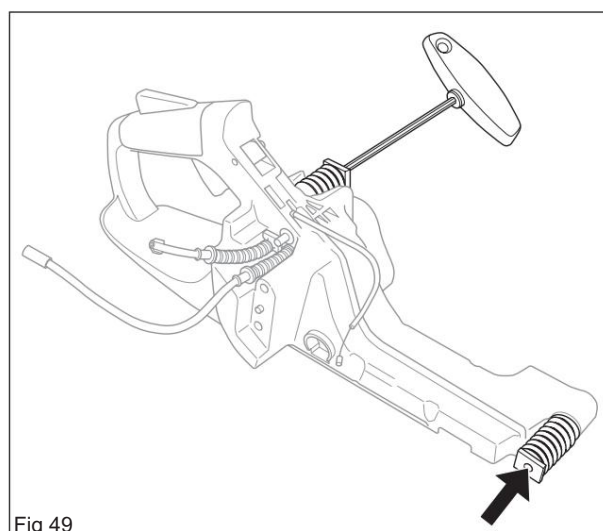

Fig 49
3. Démontez les ressorts du bloc réservoir à l'aide d'une clé Allen de 4 mm. (outil 502 50 87-01) (voir figure 49)